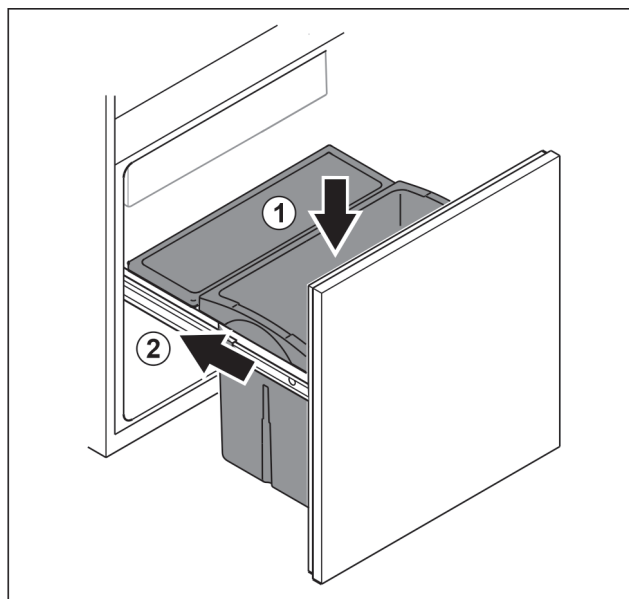

Fig. 81
- ▶ Sæt skuffen i oppefra. Fig. 81 (1)
- ▶ Skub udtræksskuffen ind. Fig. 81 (2)